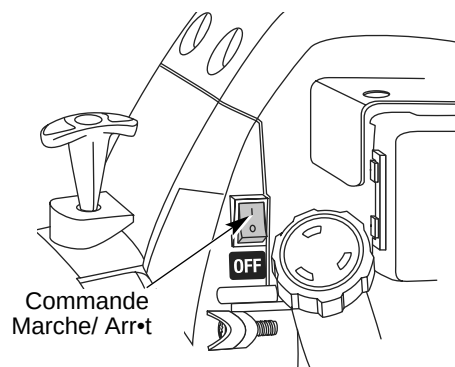

Fig. 6
3. Mettez la commande Marche/Arr  t Stop en position MARCHE (I) (Fig. 6).